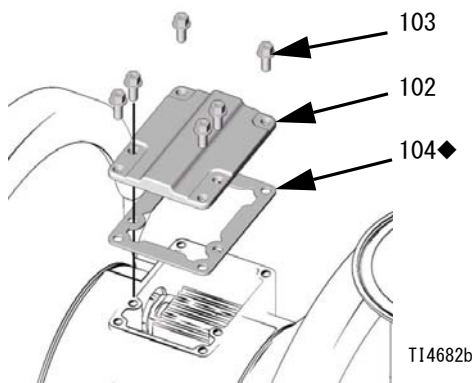

図 6
2. トルクス (T20) ドライバーまたは7 mm (9/32インチ) のソケットレンチを使用して、6本のネジ (103)、エアバルブのカバー (102)、およびガスケット (104) を外します。図6を参照のこと。